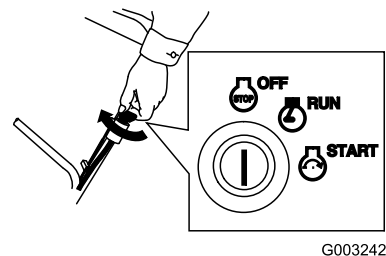

Figure 19
1. Tournez la clé de contact en position contact coupé (Figure 19).